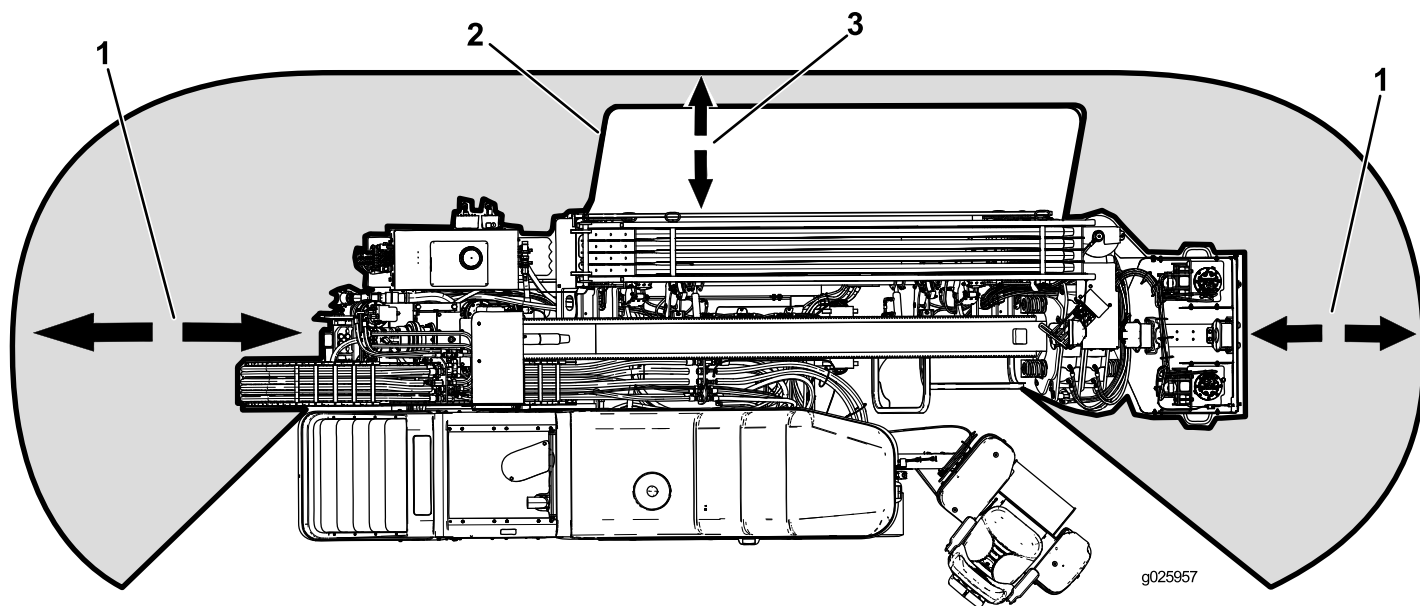

Figura 4
- Abaixar sempre a barra de segurança de pedestres antes de proceder à perfuração (Figura 4).